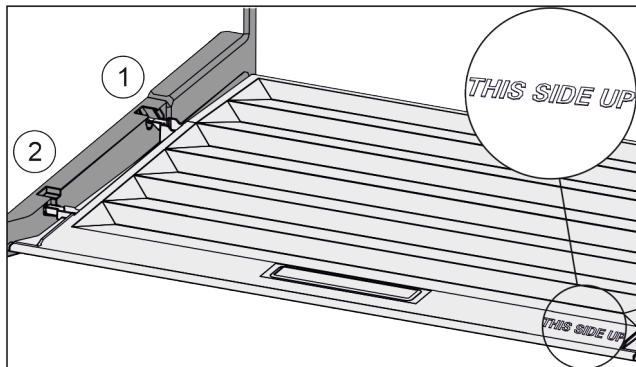

Fig. 39
- ▶ Introduceți nervura capacului prin orificiul suportului posterior Fig. 39 (1) și înclicetați-l în față în suport Fig. 39 (2).